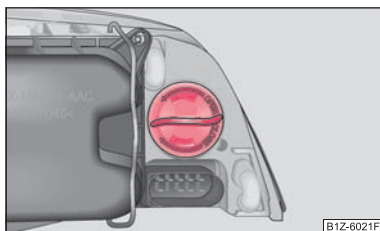

Fig. 151 Smontaggio della lampadina indicatori di direzione anteriori
- Ruotare il portalampada nel senso indicato dalla freccia **OPEN (aprire)** e rimuoverlo insieme con la lampadina dell'indicatore di direzione ⇒ fig. 151.